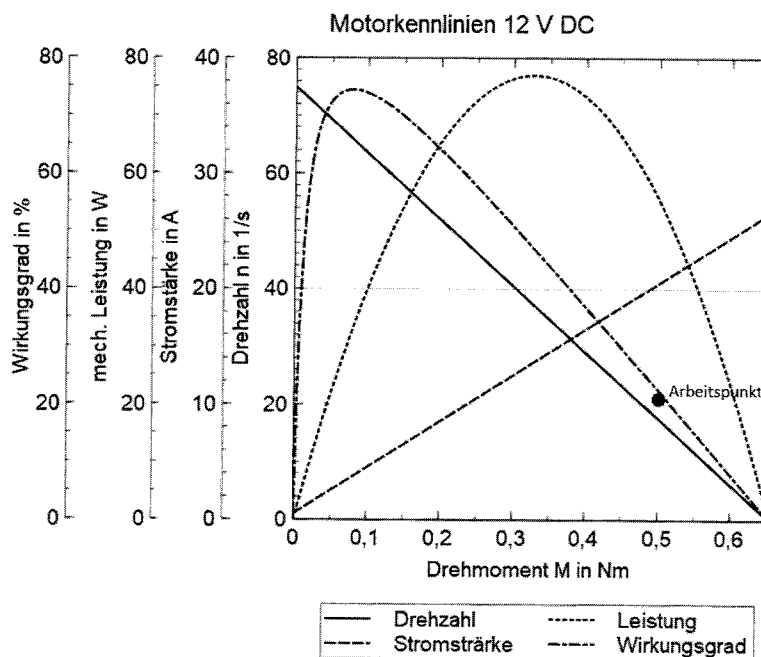

Abbildung 5: Motorkennlinien. Siehe auch markiertes Blatt.
Die Kennlinien des zur Verfügung stehenden Gleichstrommotors sind in Abbildung 5 (siehe auch markiertes Blatt Material M8) dargestellt. Der Motor kann mit einer Spannung von bis zu 12 V versorgt werden. Die Schranke hat eine Masse von 5,0 kg. Gehen Sie von einem Ortsfaktor von $g = 9,81 \frac{\text{N}}{\text{kg}}$ aus. Die Schranke soll sich mit der konstanten Geschwindigkeit $1,3 \frac{\text{m}}{\text{s}}$ heben.
- Weisen Sie nach, dass der Arbeitspunkt in Abbildung 5 richtig eingezeichnet ist. 4 VP
- Beurteilen Sie mit Hilfe von Abbildung 5 die Eignung des Motors für den gegebenen Arbeitspunkt. 2 VP